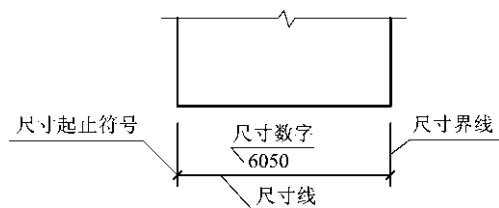

图 1-93 尺寸的组成
(1)一个完整的尺寸,包括尺寸界线、尺寸线、尺寸起止符号和尺寸数字,如图 1-93 所示。